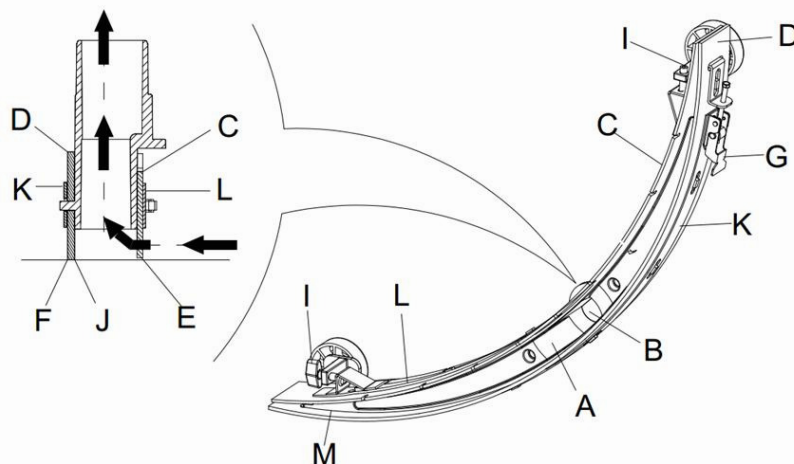

Figure 15
2. Appuyez sur l'interrupteur d'alimentation (41) sur la position "O" pour éteindre la machine.
3. Dévissez les molettes (16) de la raclette, débranchez le flexible d'aspiration de la raclette puis retirez la raclette.
4. Utilisez la poignée de levage de la raclette (14) pour soulever le cadre de support de la raclette.
5. Nettoyez la raclette (**Figure 15**). Nettoyez en particulier la rainure (**A, Figure 15**) ainsi que les saletés et les fragments dans le tube d'aspiration. Vérifiez si la bavette avant (C) et la bavette arrière (D) de la raclette sont intactes et s'il n'y a pas de bords usés ou déchirés. Remplacez-les si nécessaire (voir les étapes dans la partie suivante).
1. Suivez les méthodes indiquées dans la section précédente pour nettoyer la raclette (**Figure 15**)
2. Vérifiez le bord (**E, Figure 15**) de la bavette avant de la raclette et le bord (**F**) de la bavette arrière (**D**) de la raclette. Sur toute la longueur, ils doivent au même niveau. Dans le cas contraire, réglez leurs hauteurs grâce à la procédure suivante.
4. Raccordez le flexible d'aspiration (11) à la raclette.
5. Installez la raclette et utilisez les molettes (16) pour la serrer, puis raccordez le flexible d'aspiration à la raclette.
6. Si nécessaire, réglez la raclette à l'aide de la molette de réglage (20) (consultez les procédures de réglage d'inclinaison de la raclette).